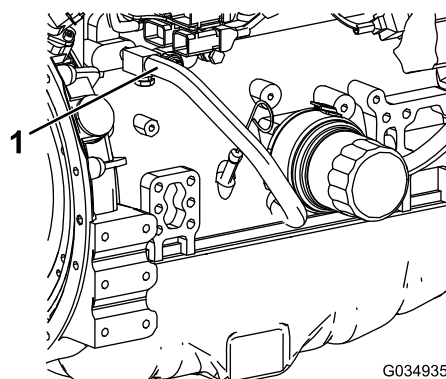

Рисунок 123
7. Отсоедините шланг охлаждающей жидкости от маслоохладителя двигателя (Рисунок 123).